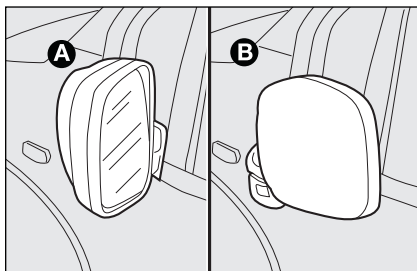

fig. 38
Indien nodig (bijv. bij nauwe doorgangen) kunnen de buitenspiegels worden ingeklapt door ze van stand **A-fig. 38** in stand **B** te zetten.
*Tijdens het rijden moeten de spiegels altijd in stand **A-fig. 38** staan.*